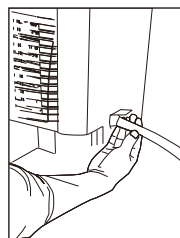

Fig.10a
- Introduisez l'extrémité femelle fileté du tuyau d'eau dans l'ouverture. (fig. 10a)